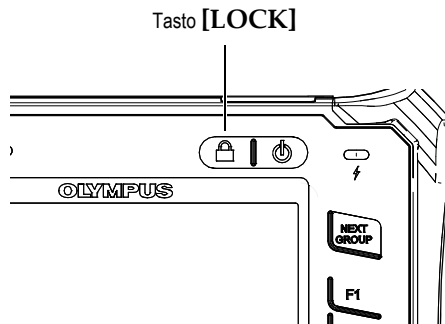

Figura 2-7 Configurazione con manopola di regolazione: tasto **[LOCK]**
- Solamente nella configurazione con manopola di regolazione, premendo il tasto **[LOCK]** (blocca) si blocca automaticamente la regolazione di tutti i parametri per evitare un'involontaria modifica del parametro causata da un'accidentale rotazione della manopola (vedi Figura 2-7 a pagina 43).